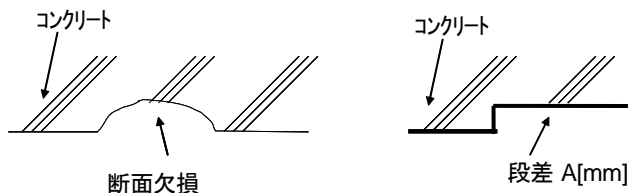

図 3-1：施工前に修正必要な箇所
(1) コンクリート面の表面処理
(2) 欠損部、段差、漏水の処理
- 欠損部、型枠の段差（図 3-1）は事前補修対象とする。脆弱層除去や欠損面が小規模の場合は、不陸調整として、下地調整材ダイナライト不陸調整用を使用し、下記（不陸調整・段差修正工）に示す方法で処理する。また、欠損部が大きい場合は事前にポリマーセメントモルタル（例えば RIS322 エース）等を充填して仕上げる。